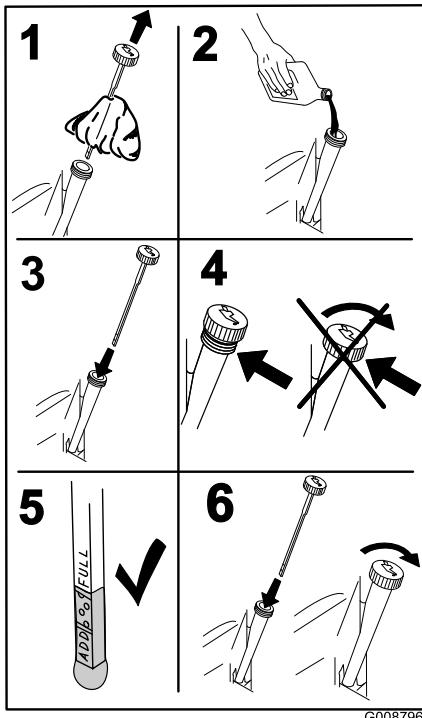

Figura 47
4. Vierta lentamente un 80% aproximadamente del aceite especificado por el tubo de llenado, luego añada lentamente el resto del aceite hasta que llegue a la marca de **Lleno** (Figura 47).